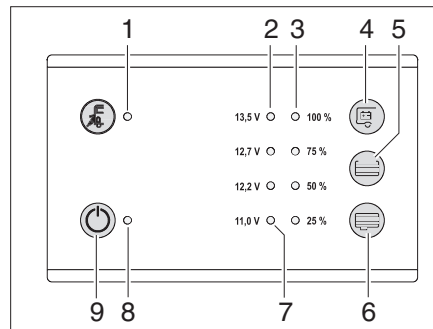

Bild 72 Panel LT 100
Der Tankfüllstand des Wassertanks kann mit dem Sensor-Tastfeld (Bild 72,4) abgefragt werden.
- Sensor-Tastfeld (Bild 72,5) berühren: Der Füllstand des Wassertanks wird in vier Stufen mit den LEDs (Bild 72,3) (25 % bis 100 %) angezeigt.
Der Tankfüllstand des Abwassertanks kann mit dem Sensor-Tastfeld (Bild 72,6) abgefragt werden.
- Sensor-Tastfeld (Bild 72,5 oder 6) berühren: Der Füllstand des Abwassertanks wird in vier Stufen mit den LEDs (Bild 72,3) (25 % bis 100 %) angezeigt.
Batteriespannung Mit dem Sensor-Tastfeld (Bild 72,4) kann die Batteriespannung der Wohnraumbatterie angezeigt werden.
Die Kontroll-LEDs (Bild 72,2) zeigen die Batteriespannung an.
- Rote Warn-LED (Bild 72,7) leuchtet: Batteriespannung über 11,0 V
Die rote Warn-LED (Bild 72,7) leuchtet, sobald die Spannung der Wohnraumbatterie nur noch 11 V (Messung im laufenden Betrieb) beträgt und damit Tiefentladung droht.
Der 12-V-Hauptschalter (Bild 72,9) schaltet das Panel und die 12-V-Versorgung des Wohnraums ein und aus.
- Sensor-Tastfeld (Bild 72,9) berühren: Die 12-V-Versorgung des Wohnraums ist eingeschaltet. Die Kontroll-Leuchte (Bild 72,8) leuchtet grün.
- Sensor-Tastfeld (Bild 72,9) erneut berühren: Die 12-V-Versorgung des Wohnraums ist ausgeschaltet. Die 12-V-Kontroll-Leuchte (Bild 72,8) erlischt.
Die 12-V-Kontroll-Leuchte (Bild 72,8) leuchtet, wenn der 12-V-Hauptschalter (Bild 72,9) eingeschaltet ist.
Die gelbe 230-V-Kontroll-Leuchte (Bild 72,1) leuchtet, wenn am Eingang des Elektroblocks Netzspannung vorhanden ist.